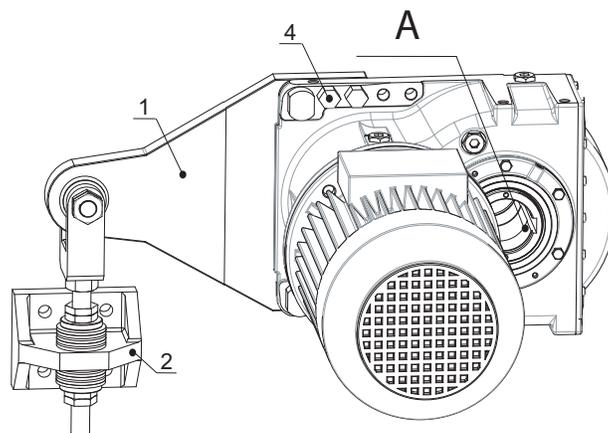

Fig. 8
Ancorare il braccio di reazione alla struttura della macchina (pos. 2) e serrare con viti di fissaggio (classe minima raccomandata 8.8) applicando una coppia di serraggio come da Tabella 4: Coppie di serraggio (pag. 19) (vedi Fig. 8 (pag. 21)).